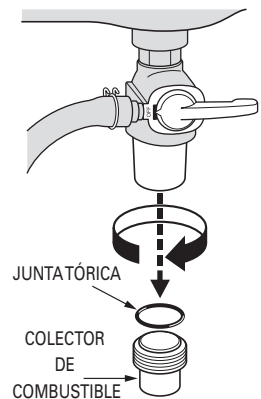

fig.18
1. Haga girar la válvula de combustible hasta la posición de desconexión (OFF) (horizontal en relación con el terreno). Retire el colector de sedimentos y la junta tórica según se muestra en la Fig. 18.